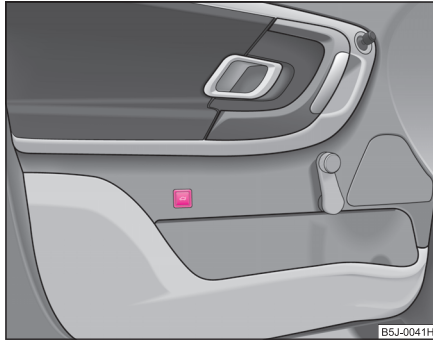

Abb. 25 Heckklappe entriegeln
**Bei Fahrzeugen ohne Zentralverriegelung** entriegeln Sie die Heckklappe durch Drücken der Taste an der Fahrertür ⇒ Abb. 25.